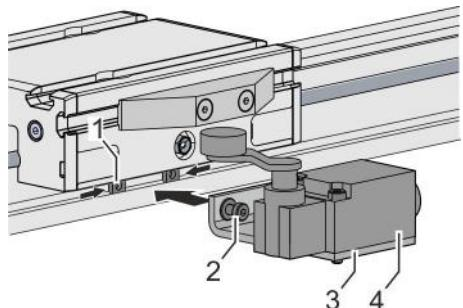

Fig. 33: Montar un interruptor fin de carrera
4. ➔ Inserte y posicione las chavetas (Fig. 33/1) en la ranura del perfil guía.
5. ➔ Coloque el interruptor fin de carrera (Fig. 33/4) con un soporte de montaje (Fig. 33/3) a la altura de las chavetas insertadas.
6. ➔ Apriete 2 tornillos (Fig. 33/2):